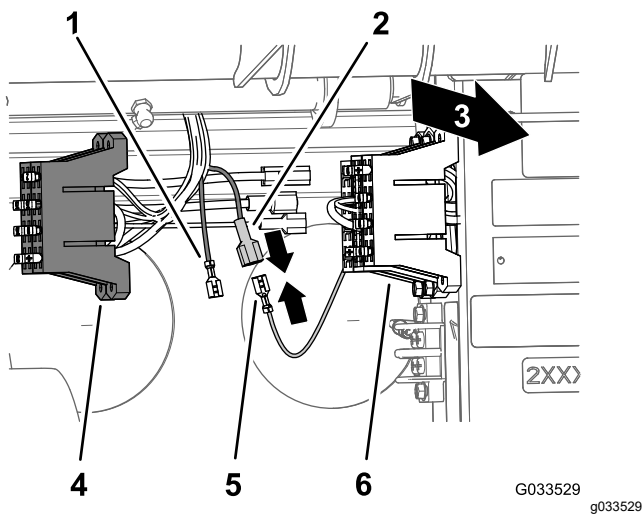

図 23
2. 車両用のヒューズブロックの黄色い電源線の端部についている絶縁されていないソケット端子と、スプレーヤの配線用のヒューズブロックの黄色いオプション電源線の端部についている絶縁されたブレード形の端子を探し出す 図 23。
3. 車両ヒューズブロックの絶縁されていないソケット端子を、スプレーヤのヒューズブロックの絶縁されたブレード形の端子に接続する (図 23)。